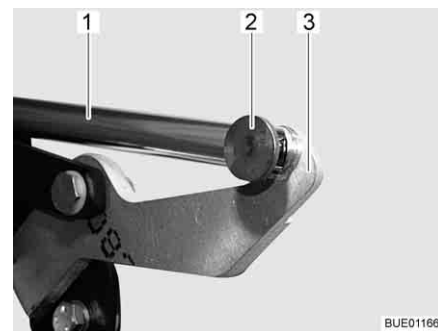

Fig. 120 Accionamiento
- Desmontar la unión (p. ej. perno y pasador elástico) (Fig. 120,2) entre la biela (Fig. 120,1) y la palanca (Fig. 120,3).